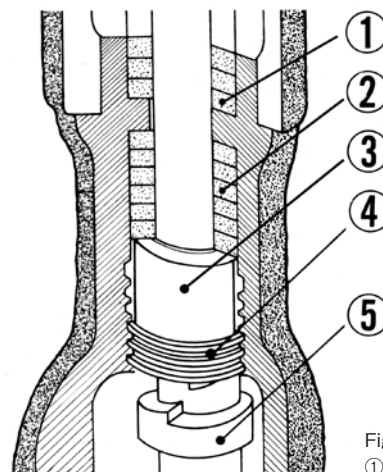

Fig.2
「Twin Packバルブ」は、従来の欠点を完全になくした独特の構造であり、グランドパッキンを一次パッキン室②と二次パッキン室①に充填した二段構えの軸封方式です (Fig.2参照)。
一次側パッキンの締付けは、ステムを回すとこれに固定されたクラッチ⑤と、締付金物④のクラッチとの噛み合わせによって行われます。回転トルクは締付力に変えられ、パッキンを内部流体側から締付け、流体圧を確実に減圧するため、完全に漏れが止められます (Fig.2及び3参照)。